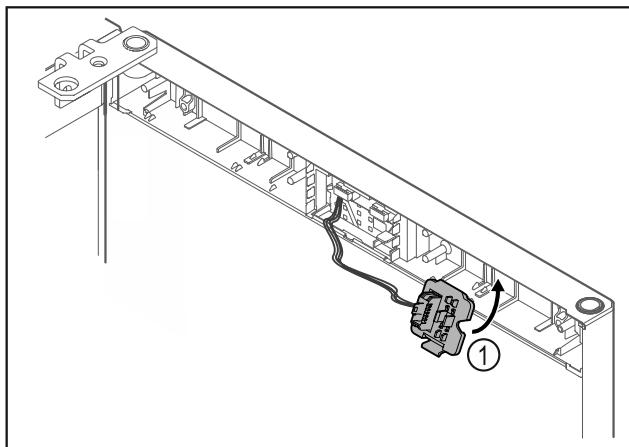

Fig. 12
- ▶ Steckerhalterung Fig. 12 (1) auf Gegenseite einrasten.\*